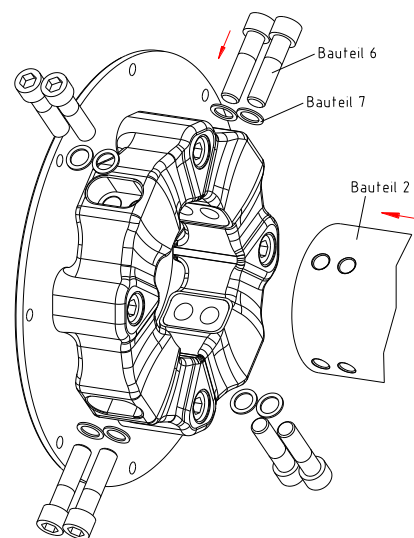

Bild 5: Montage der Elastomerteile an die Zwischenwelle
- Setzen Sie die Zwischenwelle (Bauteil 2) in einem der beiden Elastomerteile ein. Richten Sie die Gewinde der Zwischenwelle (Bauteil 2) zu den Bohrungen des Elastomerteils aus (siehe Bild 5).
- Verschieben Sie das Aggregat der Abtriebsseite bzw. der Gegenseite in axialer Richtung, bis das Einbaumaß E1 erreicht ist. Richten Sie die Bohrungen des zweiten Elastomerteiles bzw. dem kundenseitigen Anbauteil zu den Gewinden der Zwischenwelle (Bauteil 2) aus (siehe Bild 5).